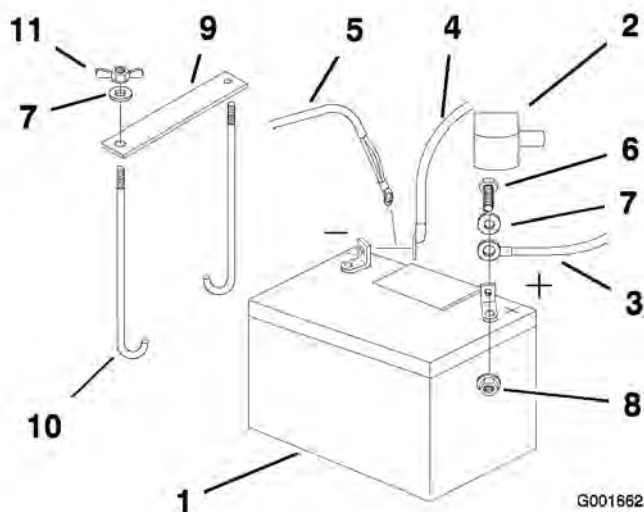

Figure 40
4. Commencez par débrancher le câble négatif et le câble de masse de la borne négative (-) de la batterie (Figure 40).
5. Ôtez le capuchon rouge de la borne positive (rouge) de la batterie. Débranchez ensuite le câble positif (rouge) de la batterie (Figure 40).
- Retirez les deux écrous à oreilles (1/4 pouce) de fixation de la barrette de maintien de la batterie (Figure 40).
- Placez la batterie dans son support en tournant les bornes vers le moteur (Figure 40).
- Fixez les câbles avec 2 boulons (1/4 x 3/4 po), 2 rondelles (1/4 pouce) et 2 contre-écrous (1/4 pouce) (Figure 40).
- Fixez la batterie en position avec des boulons en J, une barrette de maintien et 2 rondelles (1/4 pouce), ainsi que 2 écrous à oreilles ((1/4 pouce)) (Figure 40).